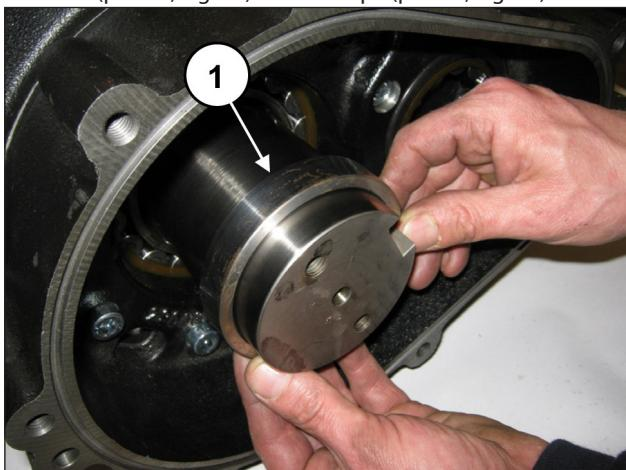
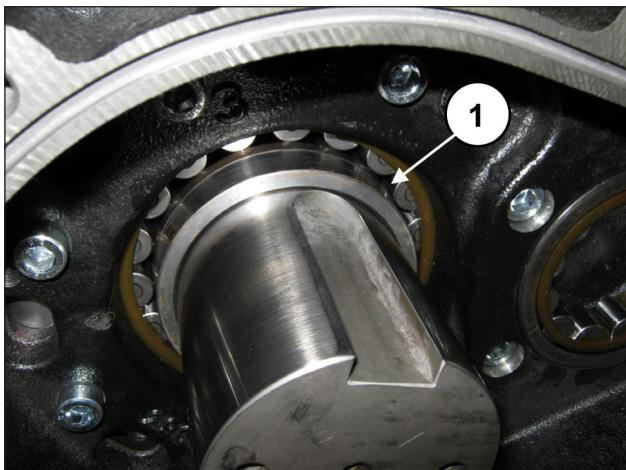

Fig. 74
Fig. 75
Ajustar los tornillos con la llave dinamométrica como se indica en el capítulo 3 CALIBRACIÓN DE AJUSTE DE LOS TORNILLOS. Introducir el anillo de apoyo de la corona en el codo del eje acodado (pos. ①, Fig. 74) hasta el tope (pos. ①, Fig. 75).